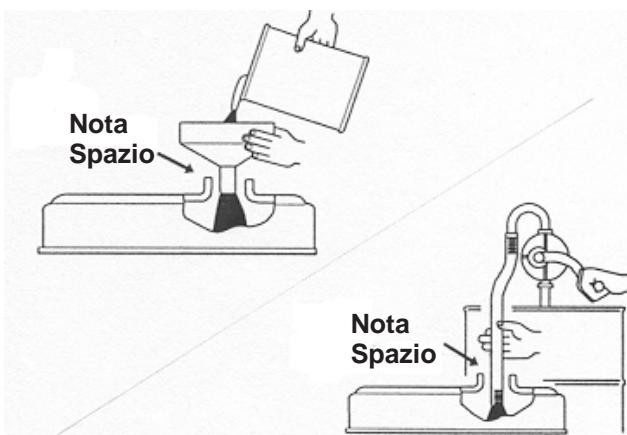

Figura 14
**Importante** Quando rabboccate con olio motore o riempite di olio, lasciate uno spazio tra il dispositivo di versamento dell'olio ed il foro di riempimento nel coperchio della valvola, come illustrato nella Figura 14. Questo spazio è necessario per lo sfiato durante il rifornimento, e impedisce la fuoriuscita dell'olio nello sfiatatoio.